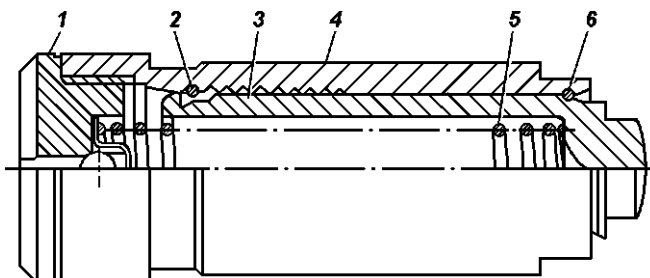

Рис. 4.47. Гидронатяжитель:
- в плунжер вставьте пружину 5 (рис. 4.47). На пружину установите клапан 1 гидронатяжителя и, сжимая пружину, заверните его в корпус, при этом стопорное